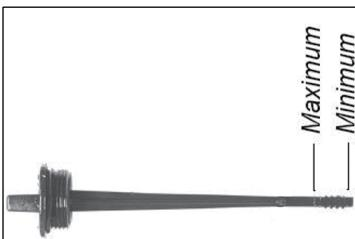

Fig.9
- Controllare il livello dell'olio. Il livello dell'olio deve essere compreso fra le tacche **min** e **max** dell'asticella (vedi fig.9). Quando il livello si avvicina alla tacca di minimo rabboccare l'olio fino al livello massimo.